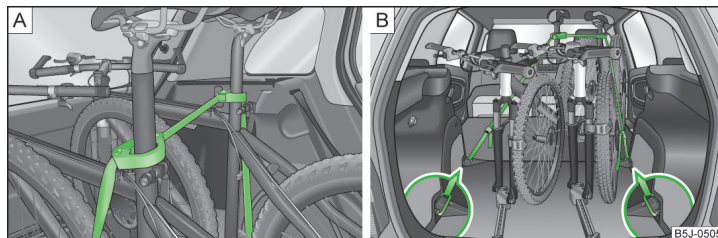

Abb. 76 Fahrräder absichern
- › Die Schelle mit dem Gummiteil nach vorn (in Fahrtrichtung) möglichst weit unten an die Sattelstütze setzen und diese schließen » Abb. 76 - [A].
- › Beim Transport von zwei Fahrrädern den Gurt » Abb. 76 - [A] zwischen den Sätteln spannen, indem die Fahrräder auseinander geschoben werden.
- › Die Karabiner an den Gurtenden in die Verzurrösen hinter den Rücksitzen einrasten » Abb. 76 - [B].